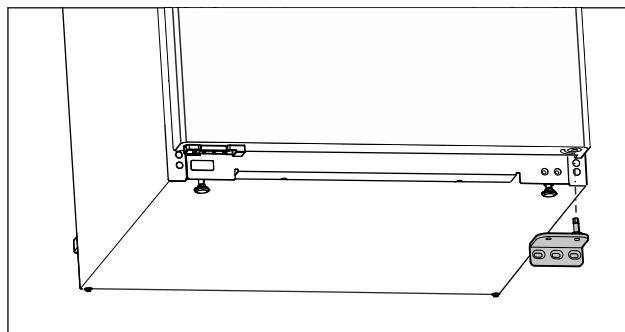

Fig. 15
- Skinite ležajno postolje prema dolje. (pogledajte Fig. 15)